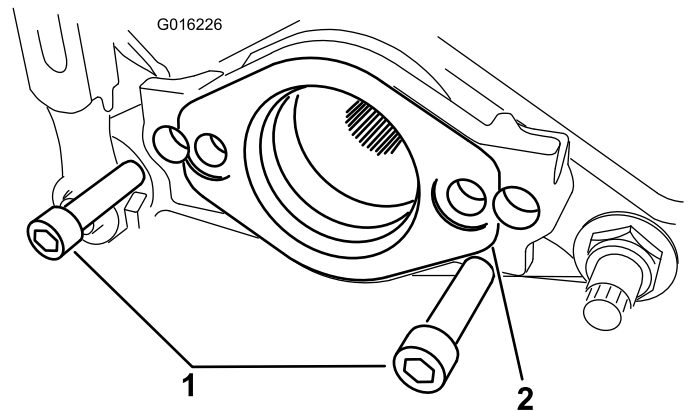

Figure 3
7. Retirez les 2 vis Allen qui fixent le support du moteur au côté gauche du plateau de coupe. Déposez le support du moteur (Figure 3).